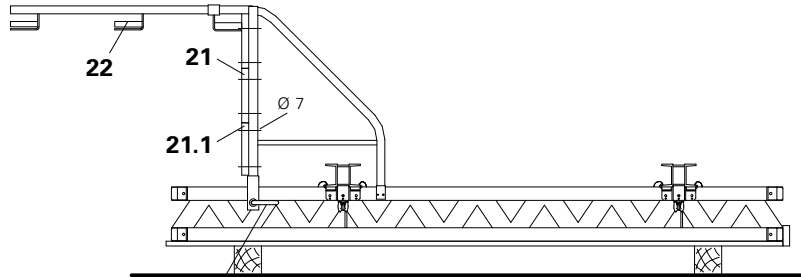
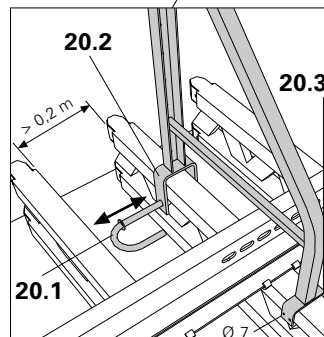

Fig. B2.02
Fig. B2.02.1
- (Fig. B2.02.1)
3. Fijar la plataforma (21) en todo el ancho de la consola desde abajo con tornillos Torx 6 x 40 (21.1).
4. Montar la protección lateral (22) incl. rodapié y de ser necesario la protección lateral contra caídas.
- (Fig. B2.02)